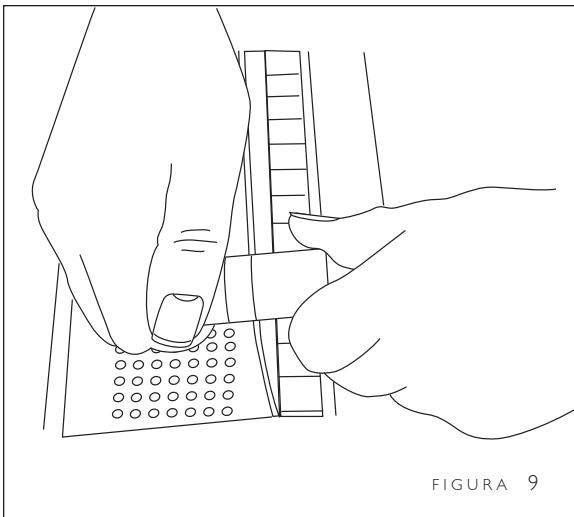

FIGURA 9
1. Afloje el tope del papel sosteniendo la parte trasera del tope y girando la parte delantera en hacia la izquierda (Figura 9).